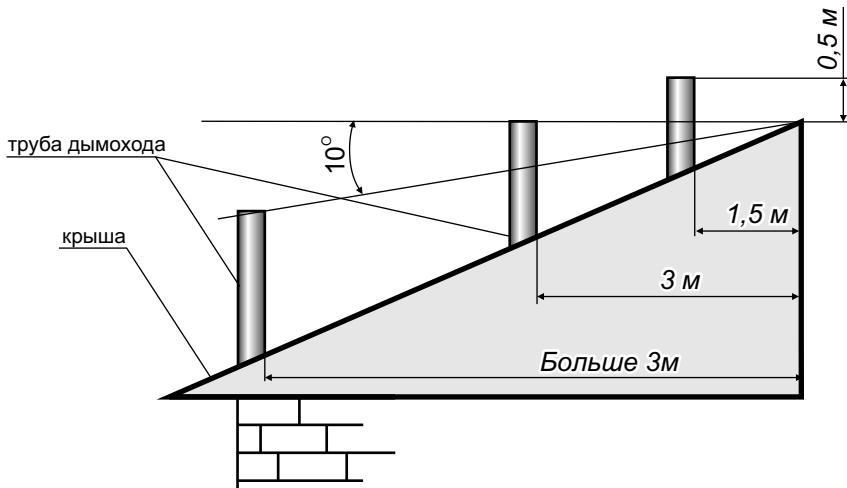

Рис. 5 Схема размещения дымовых труб
6.12 Дымоход рис.5 должен быть выведен выше зоны ветрового подпора. Высота дымохода над крышей дома устанавливается в зависимости от расстояния его от конька по горизонтали и должна быть: